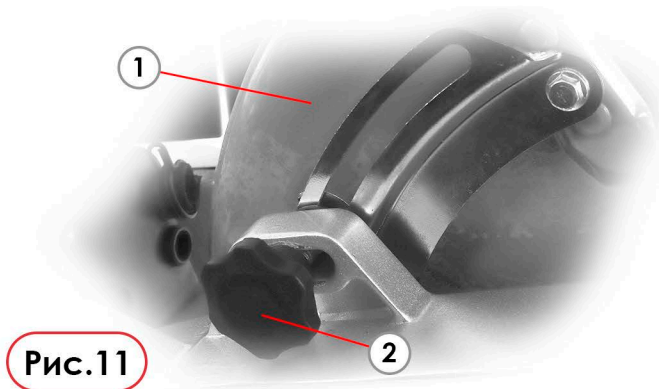

Рис.11
Защитный кожух (1) отводит искры от оператора. Чтобы отрегулировать его положение, сначала ослабьте установочную ручку кожуха (2) (Рис. 11), а затем вручную переместите корпус кожуха в нужное положение.